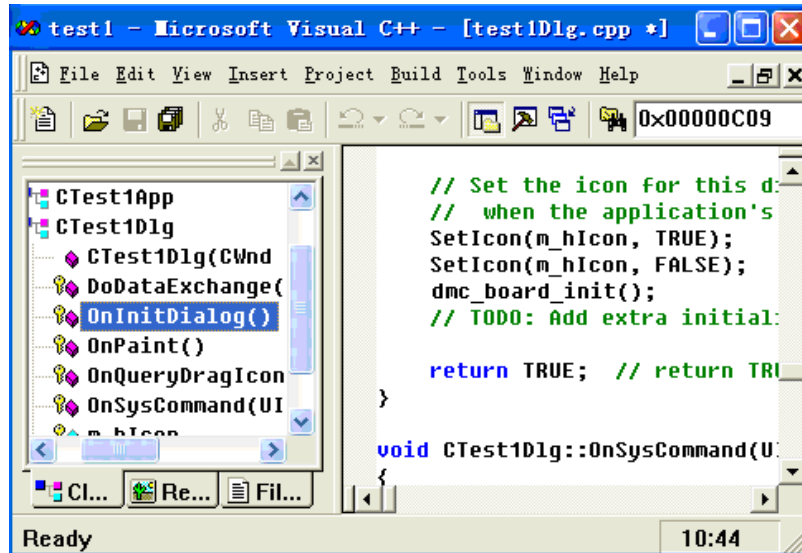

图 6.9 程序增加初始化函数
11) 在 `CTest1Dlg::OnInitDialog()` 函数中添加代码：`dmc_board_init()`；如图 6.9。